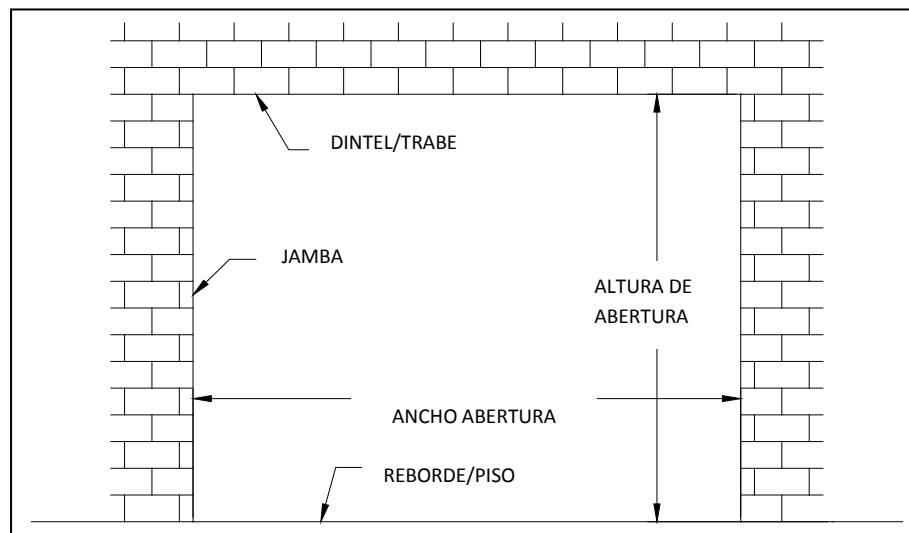

Figura 4.1 – Dimensiones de Abertura y Designaciones
- Buscar los planos de construcción para la unidad que está siendo instalada y verificar las dimensiones de la abertura contra las de los planos. Ver **Figura 4.1** a continuación.